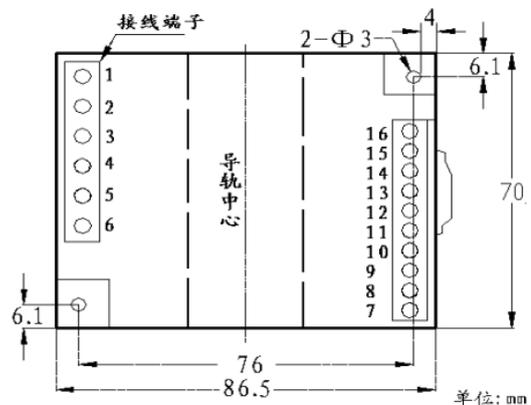

图 3 DS5 外形安装尺寸图
产品采用 DIN35 导轨式安装或螺钉固定安装, 其安装尺寸如图 3 所示(单位 mm)。
- ① 把变送器固定卡槽一侧勾在安装导轨上;
- ② 向下牵动弹簧销;
- ③ 使变送器卡口套在安装导轨上;
- ④ 松开弹簧销, 变送器卡在安装导轨上。
- ① 按图 3 所示的尺寸在固定板上打直径为 3mm 孔;
- ② 使用 Φ3 的螺钉插入孔中固定。